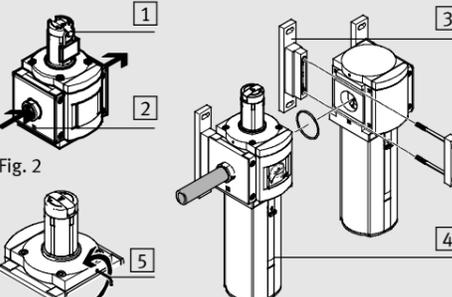

Fig. 2
- Beachten Sie die Durchflussrichtung von 1 nach 2. Als Orientierung dienen die Ziffern [2] auf dem Produktgehäuse und der Anschlussplatte (→ Fig. 2).
- Ziehen Sie den Drehknopf nach oben vom Gehäuse weg (ggf. Bügelschloss entfernen und Entriegelungssperre [1] einschieben → Fig. 2).
- Drücken Sie die Entriegelungssperre [1] (→ Fig. 2) nach außen. Ein vorhandenes Bügelschloss LRVS-D sichert die Entriegelungssperre.